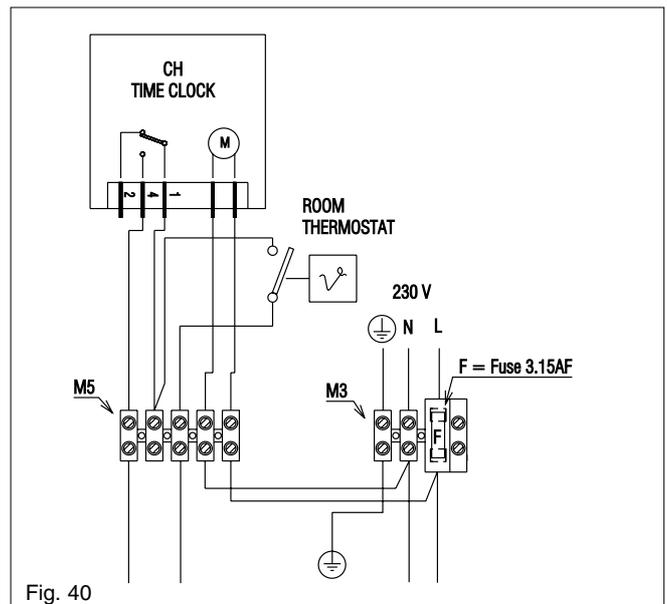

Fig. 40
- Programmable room thermostats (fig. 40).